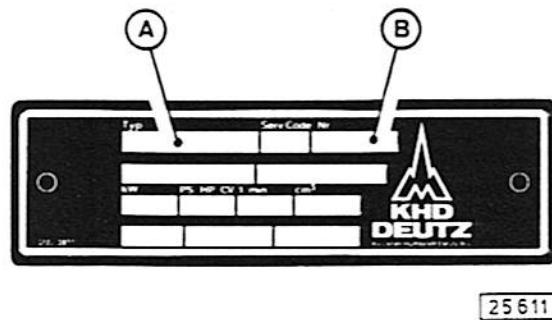
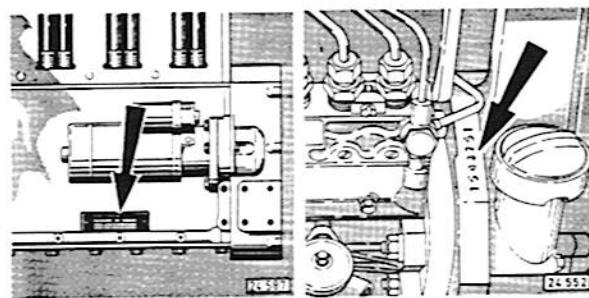
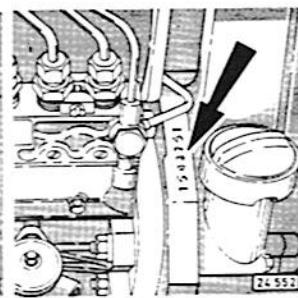

Fig. 1
Fig. 2
Fig. 3
**Het motortype A en het motornummer B staan op het identificatieplaatje (fig. 1). Dit identificatieplaatje is op het motorblok. (fig. 2) Bovendien is het motornummer nog op het motorblok ingeslagen. (fig. 3)**